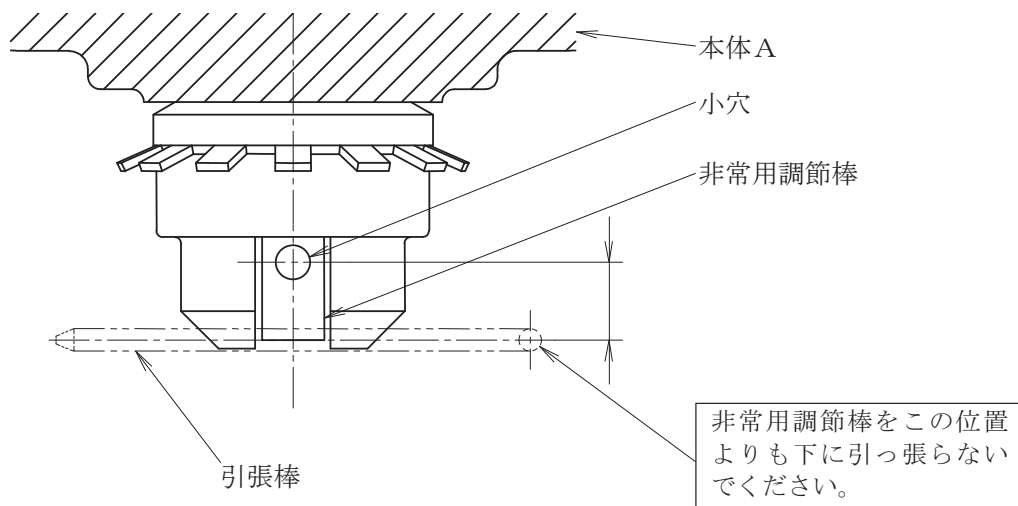

図4 非常用調節棒
- (1) 本体Aの下に非常用調節棒があります。正常の作動の場合には非常用調節棒を使用する必要はありません。この調節棒は、非常の場合、例えばセンサが破損したために液体温度が異常に上昇したような場合のみ使用します。
- (2) エレメントが正常に作動しているかどうかは非常用調節棒の下端の動きを見ると分かります。
- (3) 非常用調節棒を引張ったり回転したりし易いよう引張棒が付属しています。通常は引張棒を非常用調節棒に差し込まず、ぶら下げておいてください。調節すべき液体の温度が異常に上昇したとき、非常用調節棒の小穴に引張棒を差し込んで下に引張り、 90 度右に回転して固定します(図4参照)。これで流路Aと流路Cとが強制的に連絡されてクーラーや冷却塔に通水し流体の過熱を防止することができます。